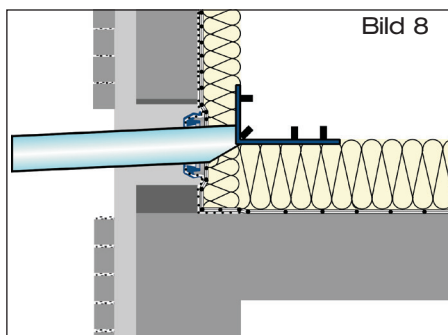

Bild 8
- 2.2 Das Auslaufrohr des Ablaufs bauseits in der Länge anpassen. Die Dichtung des Schiebeflansches und Auslaufrohr des Ablaufes mit LORO-X Gleitmittel versehen. Das Auslaufrohr in die Dichtung des Schiebeflansches einschieben. Wärmedämmplatte unter den Ablauf schieben. Den Ablauf sowie die Wärmedämmplatte fixieren (Bild 8). Entstandene Hohlräume in der Wärmedämmung mit geeigneten Materialien schließen. Auslaufrohr im Wandbereich mit ausreichender Wärmedämmung versehen. Wärmedämmplatten verlegen.